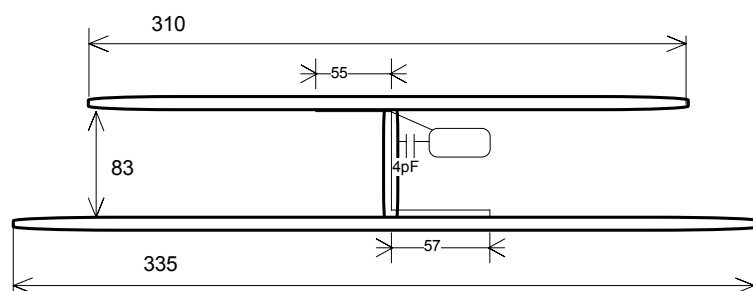

Fig.21 - Dipolo duplo (HB 9 CV) para 434 Mhz.
- b) Uma antena dupla, consiste de 2 dipolos simples os quais de acordo com as normas de acoplamento parcial indutivo e de transformação de impedância do alimentador, podem ser conectados com o cabo coaxial (fig21).